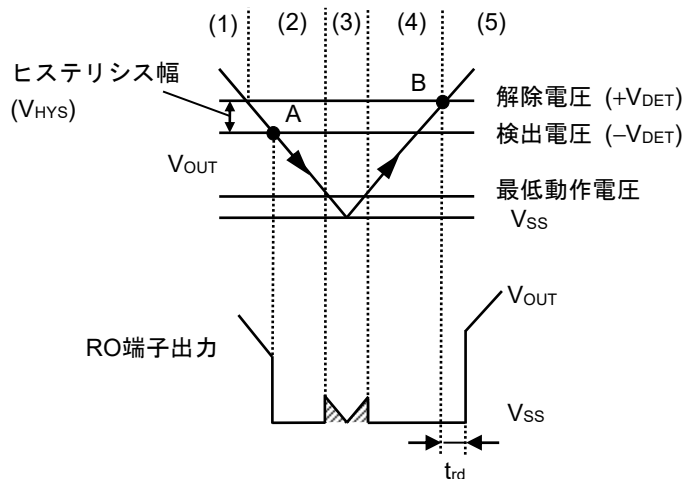

図36 ディテクタ部のタイミングチャート
- (1) レギュレータの出力電圧 (V_{OUT}) がディテクタの解除電圧 ($+V_{DET}$) 以上で、Nchトランジスタ ($N1, N2$) はオフになり、RO端子に "H" が出力されます。このときPchトランジスタ ($P1$) はオン状態で、コンパレータ ($C1$) への入力電圧は $\frac{R_B \cdot V_{OUT}}{R_A + R_B}$ になります。
- (2) V_{OUT} が低下し $+V_{DET}$ 以下になっても、検出電圧 ($-V_{DET}$) 以上であればRO端子に "H" が出力されます。 V_{OUT} が $-V_{DET}$ (図36のA点) 以下になると $C1$ によって制御される $N1$ はオンになり、 C_{DLY} が放電されます。同時に、遅延回路によって制御される $N2$ はオンになり、RO端子に "L" が出力されます。このとき $P1$ はオフになり、 $C1$ への入力電圧は $\frac{R_B \cdot V_{OUT}}{R_A + R_B + R_C}$ になります。
- (3) V_{OUT} がさらに低下し、ICの最低動作電圧以下になると、RO端子出力は不定になります。RO端子がプルアップされる場合、"H" が出力されます。
- (4) V_{OUT} が最低動作電圧以上に上昇するとRO端子に "L" が出力されます。また、 V_{OUT} が $-V_{DET}$ を越えても $+V_{DET}$ 未満の場合には出力は "L" になります。
- (5) さらに V_{OUT} を上昇させ $+V_{DET}$ (図36のB点) 以上になると $N1$ はオフになり、 C_{DLY} が充電されます。 V_{DLY} がしきい値電圧 (1.25 V typ.) になると、遅延回路によって制御される $N2$ はオフになり、RO端子に "H" が出力されます。